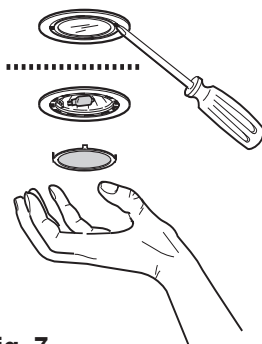

Fig. 7
- Extraer la protección haciendo palanca con un pequeño destornillador de boca plana o una herramienta similar. **Fig. 7.**